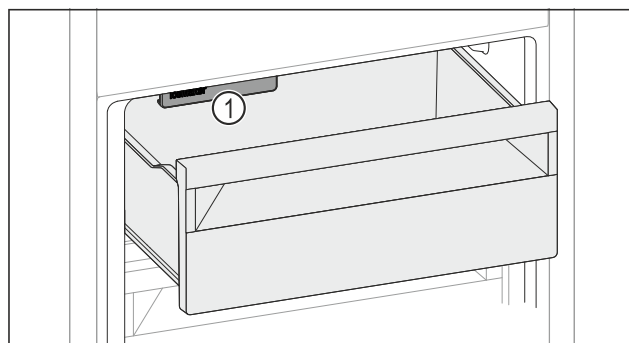

Fig. 155
- ▶ Vær opmærksom på IceMaker Fig. 155 (1).